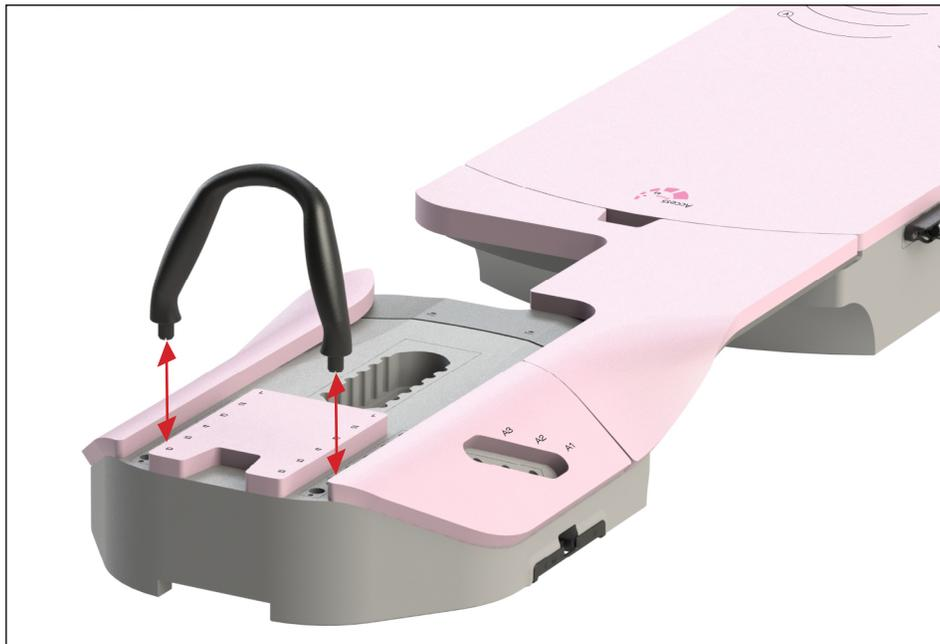

Fig. 15
2. Spingere l'impugnatura verso il basso, fino a farla scattare nei fori. (Fig. 15)